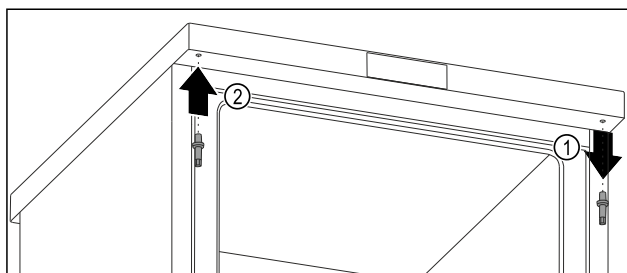

Fig. 12
- ▶ Wykręcić górny sworznień kluczem imbusowym. Fig. 12 (1)
- ▶ Przykręcić sworznień po przeciwnej stronie kluczem imbusowym. Fig. 12 (2)